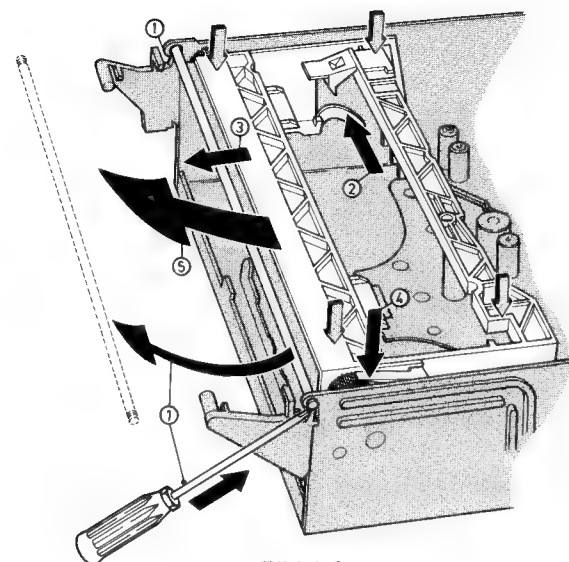

Bild 1-2
1.1 Liftausbau Pos. 201 (Bild 1-2)
- ① Verbindungs-Stange ausbauen.
- ② Schaltblock Pos. 230 nach links zur Wand drücken.
- ③ Lift nach vorne bewegen bis zum Anschlag und gleichzeitig niederhalten.
- ④ Kunststoff-Klinke niederdrücken bis Zahnrad arretiert ist.
- ⑤ Lift vorsichtig nach oben, an Hindernissen vorbei, herausnehmen.
Hinweis: Bei Aufzugsverlust von Feder Pos. 202, Zahnrad 20 Umdrehungen vorspannen und arretieren ④ Bild 1-2.